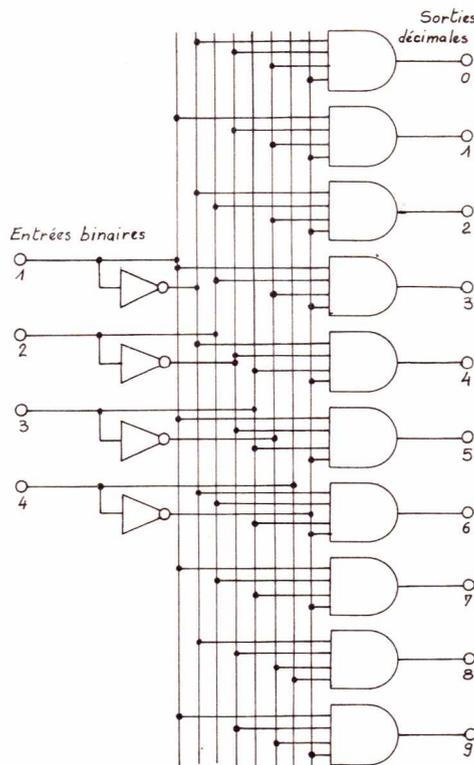

Figure 9
**Décodage binaire décimal.** Un chiffre décimal est exprimé en binaire par quatre informations à deux états. Quatre informations sont donc nécessaires pour déterminer un chiffre décimal une porte *et* à quatre entrées sera donc requise. Les informations zéro devront être adaptées au fonctionnement de la porte *et*, donc nous les inverserons pour obtenir des états 1. Chaque chiffre nécessitera un circuit identique. Le décodage des sorties d'un compteur décimal codé binaire (BCD) comprendra donc 10 portes *et* à quatre entrées. Les inverseurs que l'on sera amené à utiliser pourront être communs. Vous vous rendez compte tout de suite du principe de ce décodage en regardant la **figure 9**.